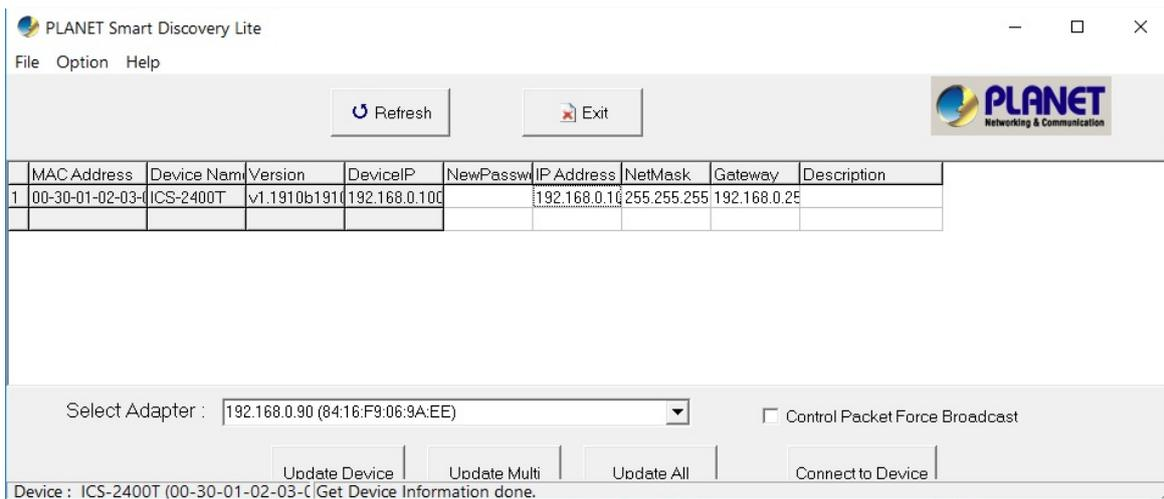

Figura 3-4-2: Pantalla de la utilidad Planet Smart Discovery
3. Presione el botón "Actualizar" botón para los dispositivos actualmente conectados en la lista de descubrimiento como se muestra en Figura 3-4-2.:
4. Presione el botón **"Conectar al dispositivo"** aparecerá la pantalla de inicio de sesión web como se muestra en Figura 3-4-2.